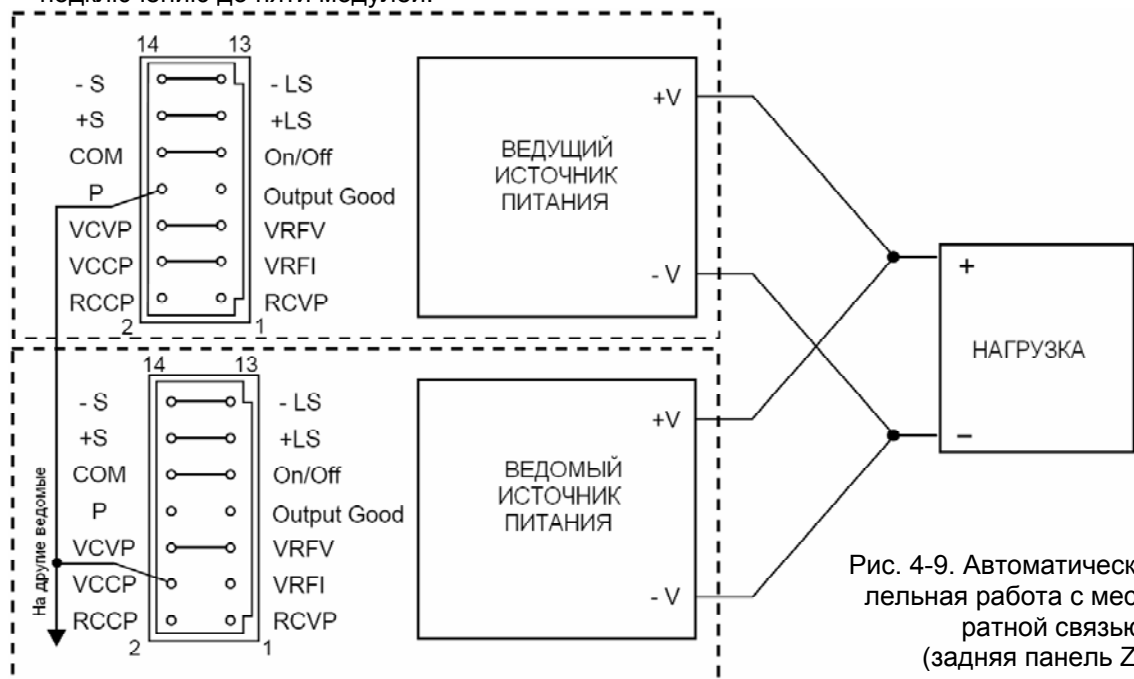

Рис. 4-9. Автоматическая параллельная работа с местной обратной связью (задняя панель ZUP)
6. **Подключение нагрузки:** При автоматической параллельной работе источники питания можно включать с местной или дистанционной обратной связью. Типовая конфигурация показана на рис. 4-9, 4-10 и 4-11. На этих рисунках представлено подключение двух модулей, однако те же схемы применимы к подключению до пяти модулей.